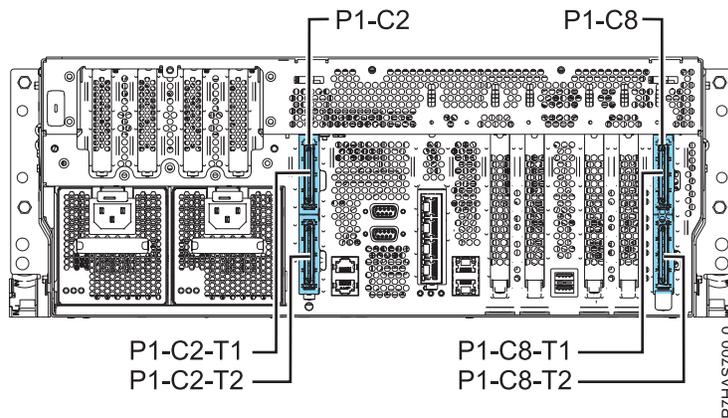

Figura 1. Vista posterior del sistema 8202-E4B o 8205-E6B que muestra las ranuras P1-C2 y P1-C8 del adaptador GX++
- Si el sistema tiene un solo módulo de chip de procesador instalado, el sistema únicamente puede utilizar un adaptador GX, que sólo se puede instalar en la ranura 1 de adaptador GX++ (P1-C2). Si la unidad de expansión PCI opcional se instala en la ranura P1-C2, la ranura P1-C2 no está disponible para el adaptador GX. Consulte Figura 1 para conocer las ranuras de adaptador GX y los códigos de ubicación.